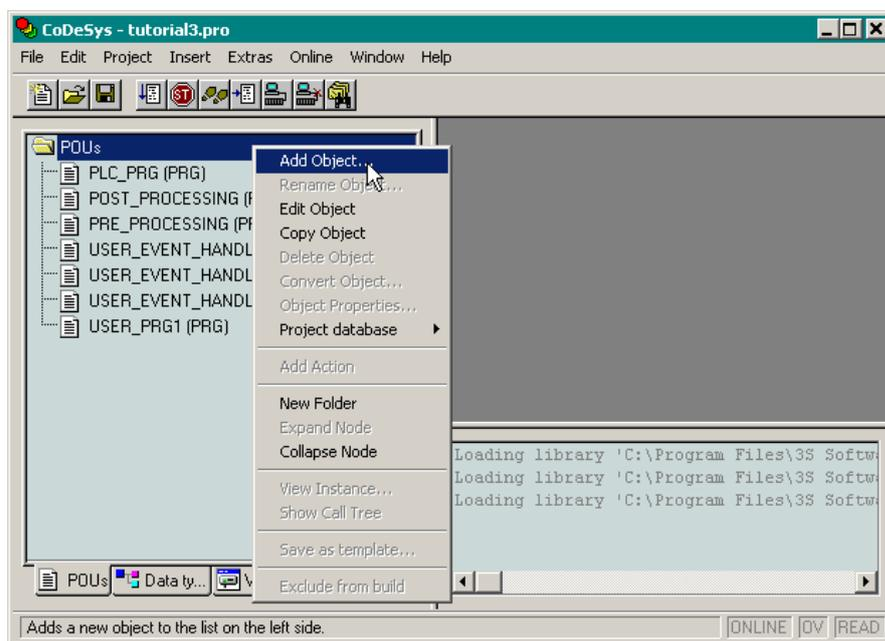

Рис. 8. Добавление программной единицы в древовидный список POU
1. Как минимум, одну программу – программную единицу типа *PROGRAM*, добавляемую в древовидный список проекта **POUs**, показанный на рис. 8, по команде контекстного меню **Add Object**.